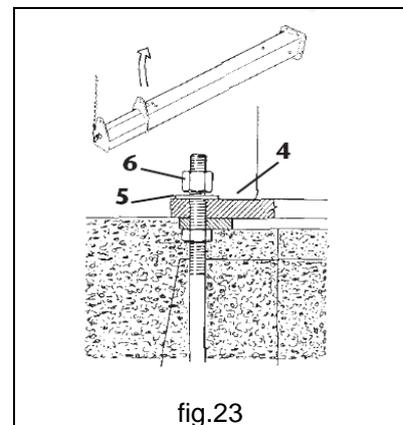

fig.23
3. Eriger la colonne sans bras, en la soulevant dans la partie supérieure à l'aide d'équipements adéquats après l'avoir élinguée selon les indications, la monter sur le gabarit de fondation en positionnant correctement la plaque de base **4** et poser les écrous **6**, après avoir intercalé les rondelles planes correspondantes **5** (fig.23).